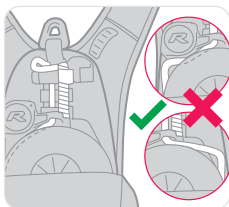

Figure 6
- Examinez la corde de descente pour vérifier l'absence de « jeu » entre le tambour et la crémaillère (voir Figure 6). Si la corde a du jeu, vous devez mettre le Latchways PRD hors service et consulter MSA ou un représentant agréé.